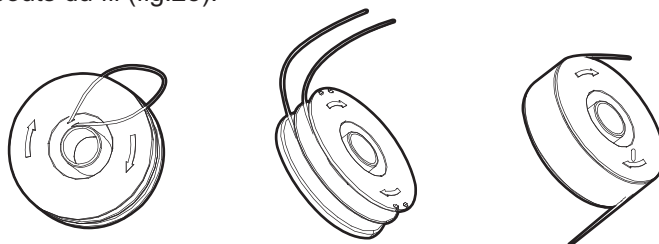

Fig.25
- ⑧ Remarque : Pour l'achat de bobines neuves, renseignez-vous auprès du magasin d'achat.
- ⑨ Il est possible d'embobiner un fil neuf autour d'une bobine vide. Des fils de coupe neufs sont disponibles à votre magasin d'achat. Sortez la bobine vide de la tête de coupe (voir ci-dessus). Enlevez le reste de fil de la bobine. D'abord, faites passer 10 cm de fil dans chacune des deux ouvertures situées dans la partie supérieure de la bobine, comme sur l'illustration. Enroulez le fil sur la bobine dans le sens de la flèche. Le fil doit être enroulé proprement, en couches successives. Évitez de l'entrecroiser. Faites passer les bouts du fil dans chacune des deux ouvertures situées dans la partie supérieure de la bobine, comme sur l'illustration. Finissez d'enrouler le fil. Montez la bobine dans l'appareil (voir ci-dessus). N'oubliez pas de rallonger les bouts du fil (fig.25).